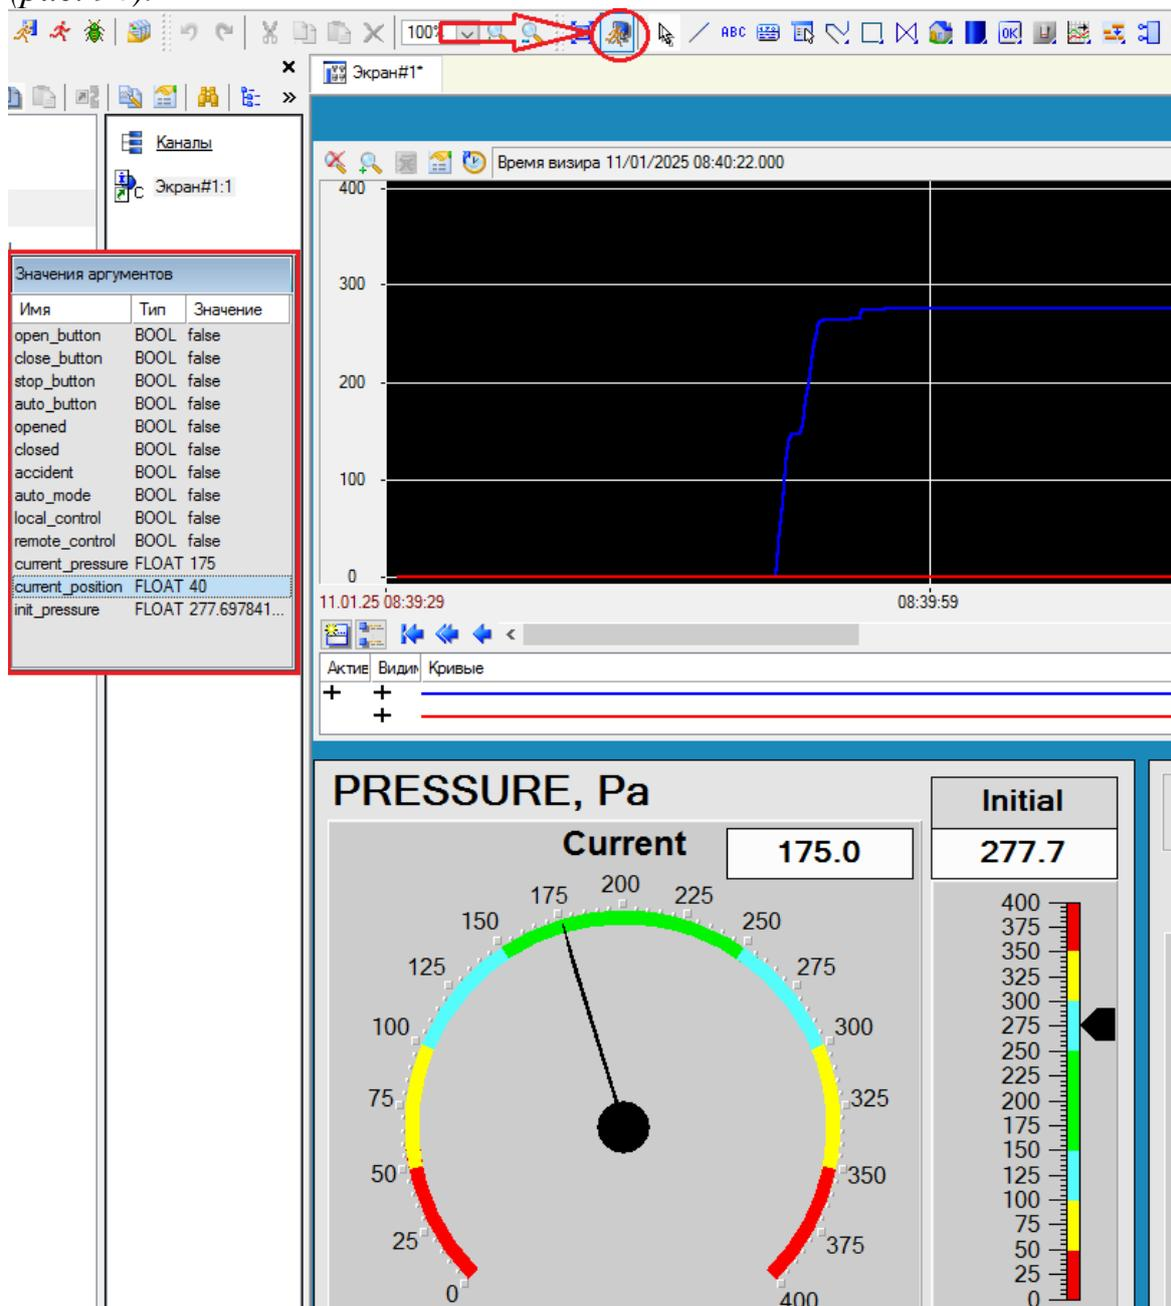

Рис. 94. Проверка мнемосхемы в режиме эмуляции
8. Проверьте работоспособность мнемосхемы в режиме эмуляции (рис. 94).